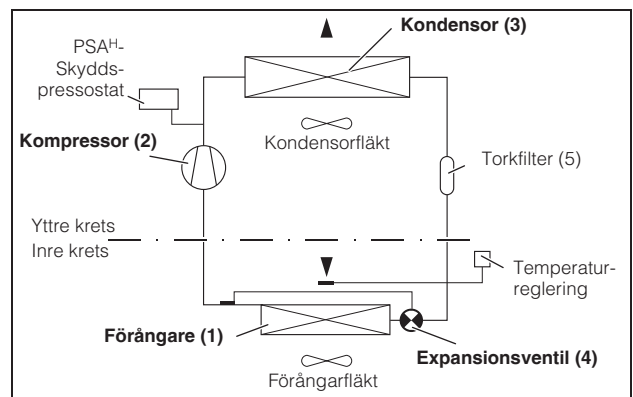

Bild 3: Kylkrets
Kylaggregatet (kompressionskylanläggning) består av fyra huvudkomponenter (jmf. bild 3): förångare (1), köldmediekompressor (2), kondensor (3) och styr- resp. expansionsventil (4), som är förbundna med rörledningar. Denna krets är fylld med köldmediet R134a. Köldmediet R134a ( $\text{CH}_2\text{FCF}_3$ ) är klorfritt. Dess ozonförstörande potential är 0. Det är därmed mycket miljövänligt. Ett torkfilter (5) som är integrerat i den hermetiskt slutna kylkretsen ger effektivt skydd mot fukt, syra, smuts och främmande partiklar i kylkretsens inre.